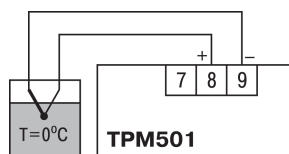

Рисунок 8.7 – Схема подключения
1. Выключить питание прибора. Отключить от входа сигнал потенциометра и подсоединить вместо него концы отградуированной термопары соответствующего типа. Поместить рабочий спай ТП в сосуд со смесью воды и льда (температура  $0 ^\circ\text{C}$ ), см. рисунок 8.7.